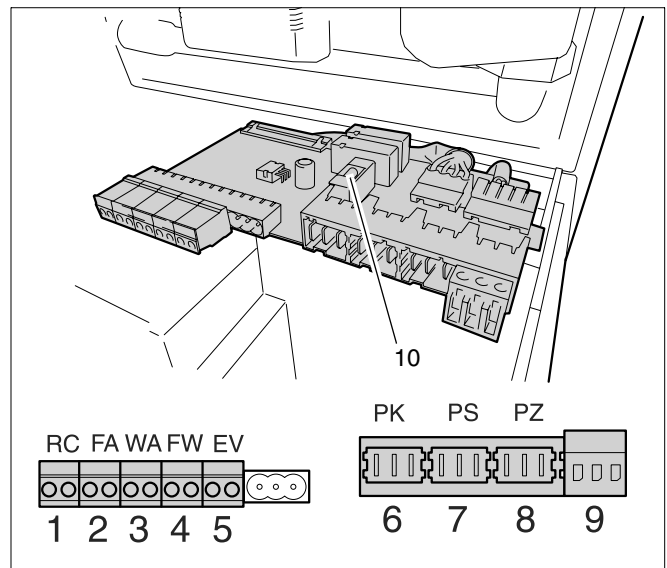

Fig. 8 Siguranța benzii de terminale
- Demontați suportul siguranței (Fig. 8, Poz. 10)